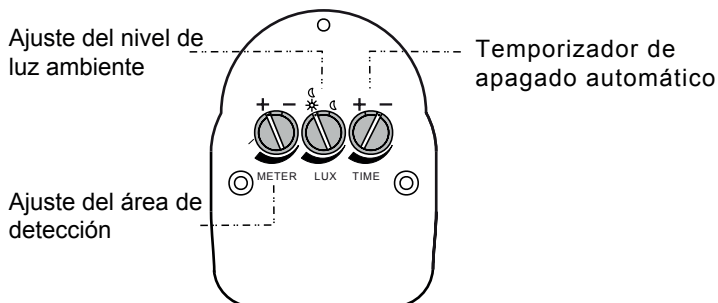

FIG.11
Selectores METER - TIME - LUX (Ver FIG. 11)
7. Ajuste con cuidado el mando TIME; la posición "- " corresponde al mínimo tiempo de encendido de la luz, 6 segundos y la posición "+" al máximo, unos 12 minutos. (Ver FIG.11).
8. Mediante el mando Lux ajuste a qué nivel de luz quiere que se encienda la iluminación. El detector viene ajustado de fábrica en la posición "☀". "☀" correspondería a nivel de luz que encontramos en un día soleado y "☾" la luz del atardecer. (Ver Fig.11).